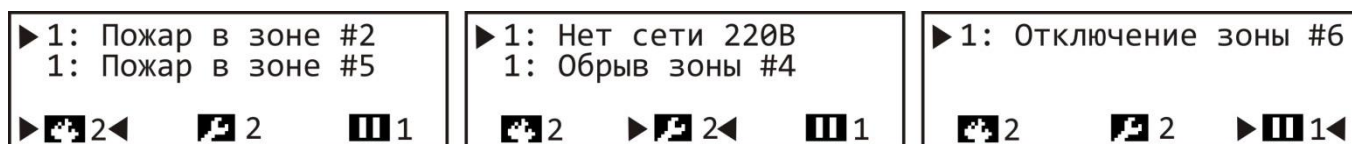

Рисунок 6 – Пример активных полей дисплея (Пожар, Неисправность, Отключение).
- Переход между активными полями дисплея (рис. 6) – кнопка ;